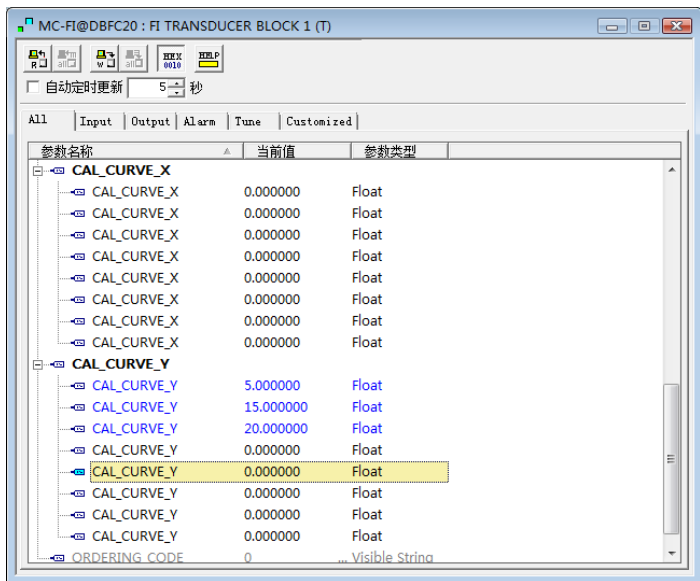

图4.3 CAL\_CURVE\_Y 的配置
- 1) 智能变送器提供 8 个校正点输入，即变换块的参数 CAL\_CURVE\_Y 数组，用户可以依次将要校准的电流值写入数组。例如，在进行三点插值校准时，用户可选择 5mA，15mA，20mA 作为校准点，将这三个值依次写在 CAL\_CURVE\_Y 数组里，如图 4.3 所示。